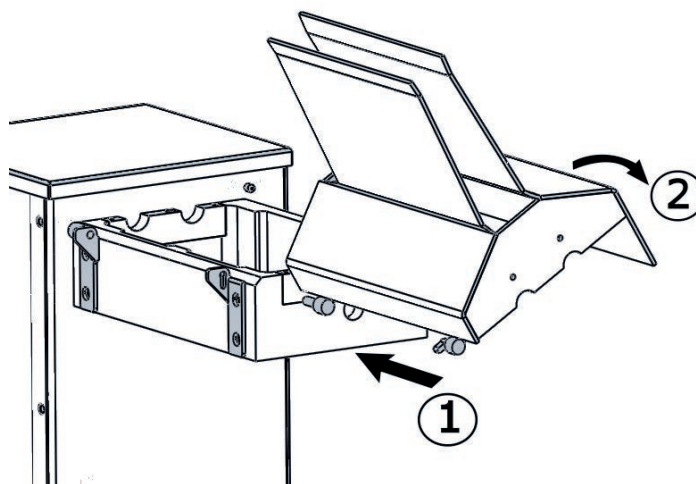

Fig 1D. Instalación de Tapa en soporte de cuchillas
2. Empuje suavemente la tapa hacia la derecha hasta que topen los pernos en las bisagras. Gire la tapa hacia abajo y cerciórese que el broche de botón (5) asegure la tapa (Fig. 1D) .